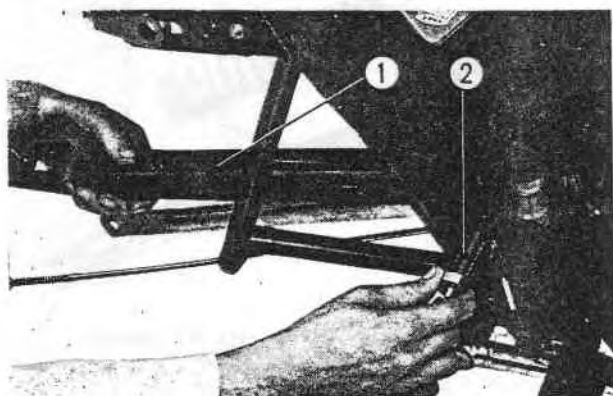

Fig. 12-8 ① Fourche arrière
4. Dévisser l'axe d'articulation et l'écran de fourche et enlever la fourche arrière du cadre. La rondelle latérale et le fourreau central peuvent alors être déposés. (Fig. 12-8)